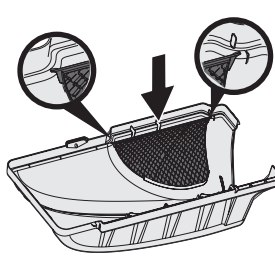

Figure 14
5. Si la fenêtre du couvercle du bac récupérateur n'a pas été installée à l'usine, installez-la (731-06504) en insérant une de ses extrémités dans le trou de montage correspondant du couvercle du bac récupérateur (631-06539). Assurez-vous de poser la fenêtre sous le rebord comme indiqué dans la Figure 14.